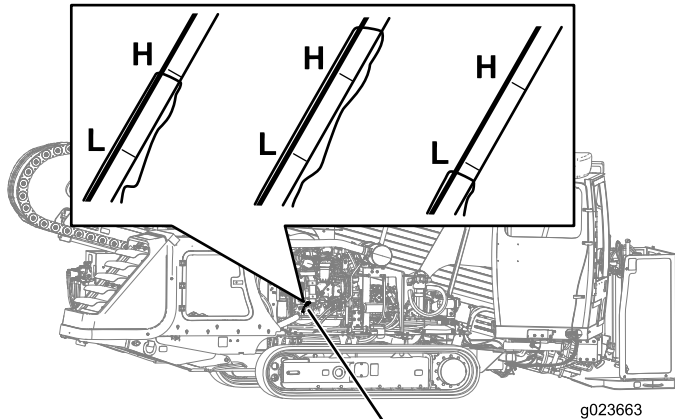

Figura 121
3. Retire la varilla (Figura 121) y límpiela con un trapo.